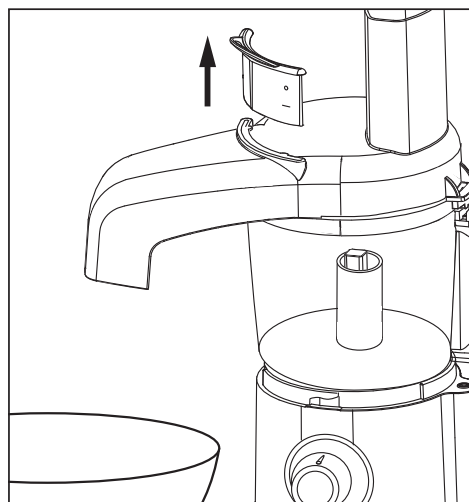

Figura 9
**NOTA:** Compruebe que el bloqueador de flujo esté hacia arriba para que la comida rebanada/rallada se procese en el tazón separado (Figura 9).
- 4 Coloque un tazón bajo y grande para servir/preparar bajo la entrada continua para alimentos para que caigan ahí los trozos de comida (Figura 9). Es mejor usar un tazón sin rebordes.